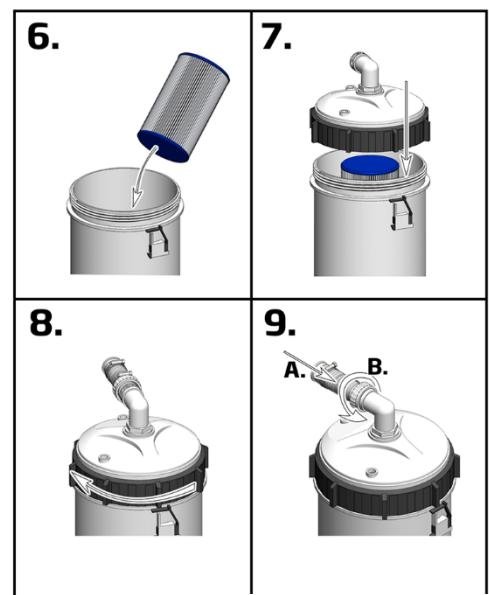

Bild 11 – Wiedereinsetzen der Patrone
1. Setzen Sie die neue oder gereinigte Filterpatrone ein. Prüfen Sie, ob sie mittig und bündig an ihrem Platz sitzt (6. / Bild 11).
2. Sicherungsring per Hand im Uhrzeigersinn anziehen (8. / Bild 11).
3. Befestigen Sie die Klemme des Rücklaufschlauchs am Platz (9. / Bild 11).